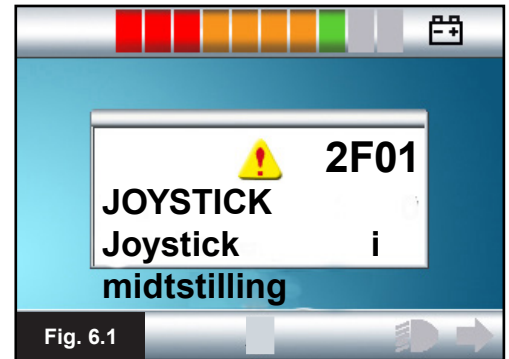

Fig. 6.0
- Slå på av/på-bryteren. Skjermen vil gå igjennom en oppstartsprosess og deretter vise standardskjermen (Fig. 6.0).